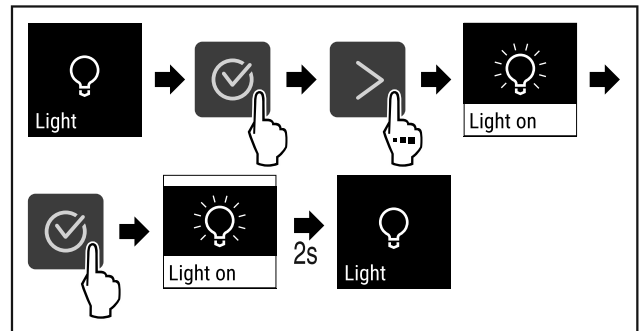

Fig. 86
- Følg anvisningene (se Fig. 86) .